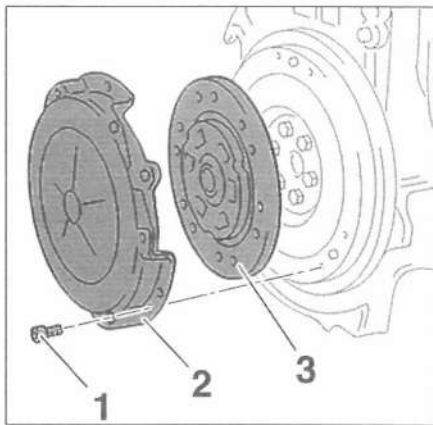

FIG.1
- les vis (1) par passes successives (Fig.1),
- le mécanisme d'embrayage (2),
- le disque (3).